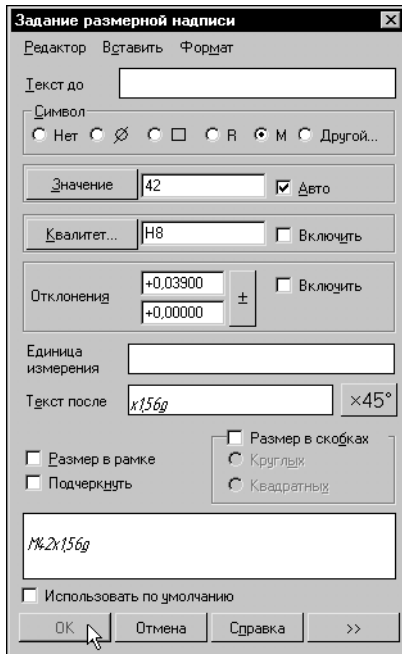

Рис. 12.11. Задание параметров размерной надписи
2. Вызовите на экран диалог **Задание размерной надписи** (рис. 12.11).